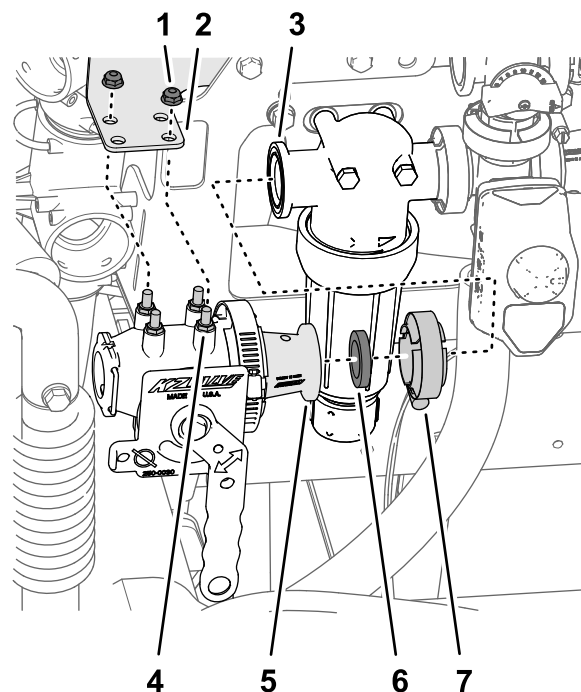

図 7
2. エダクタバルブのリデューサアダプタのフランジを、圧力フィルタヘッドのフランジ図 7 に合わせ、ステップ2 ホースを取り外す (ページ 5) で外したガスケットを間に挟む。
3. 圧力フィルタヘッドのスタッドを、バルブマウントブラケットの穴に合わせる図 7。
4. リデューサアダプタのフランジを、圧力フィルタヘッドのフランジ図 7 に組み付け、ステップ2 ホースを取り外す (ページ 5) で外したフランジクランプで固定する。